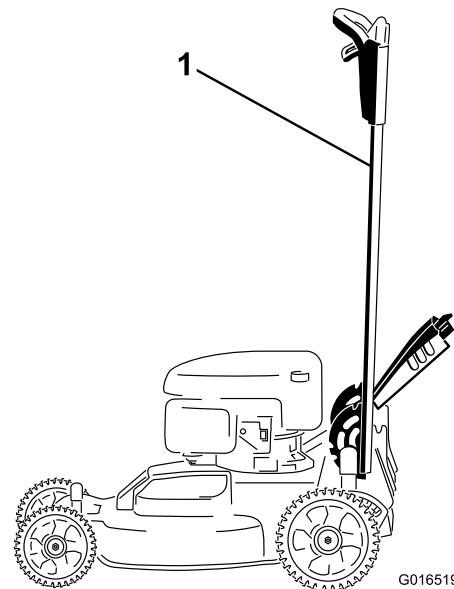

Bild 40
1. Arretieren Sie den Bügel in der vertikalen Stellung (Bild 40), siehe Einstellen der Bügelhöhe (Seite 12).